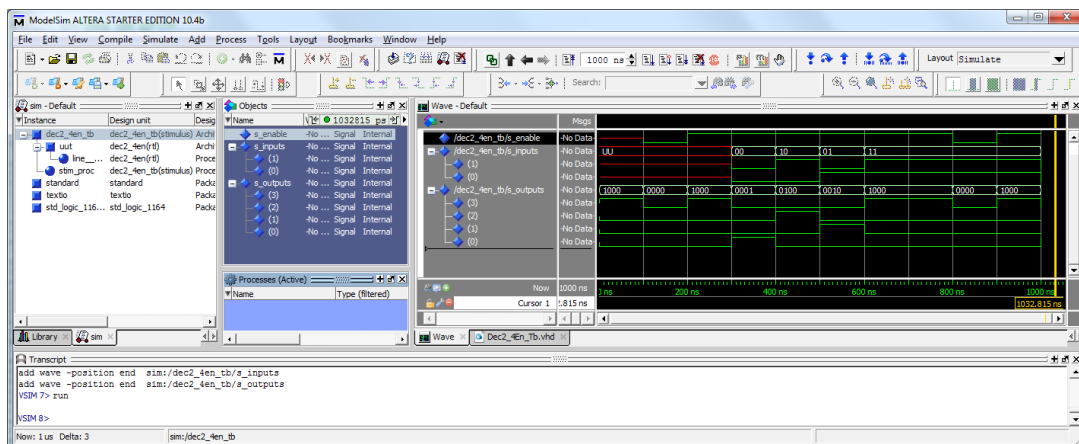

Figura 7 – Resultados de simulação do decodificador binário de 2→4 com *enable* “Dec2_4En.vhd” com a *testbench* “Dec2_4En_Tb.vhd”.
11. Execute a simulação, especificando previamente o tempo pretendido (e.g. 1000 ns tal como ilustrado na Figura 7) e premindo “Run”. A janela “Wave” deve ser atualizada à medida que a simulação progride. Analise os resultados e no final feche a aplicação “Questa Intel FPGA Starter Edition” e de seguida o projeto.